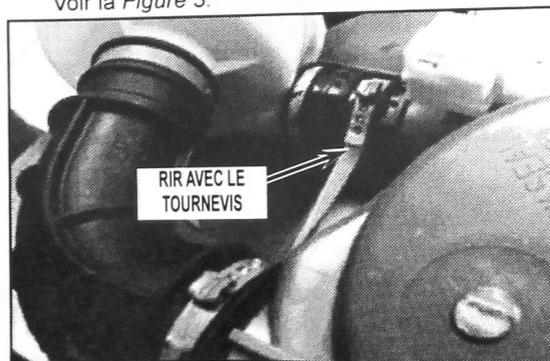

FIGURE 3
- a. Utiliser un tournevis à lame plate – travailler sur l'extrémité libre pour décrocher les ergots dans les perforations de blocage et desserrer la bride. Voir la Figure 3.